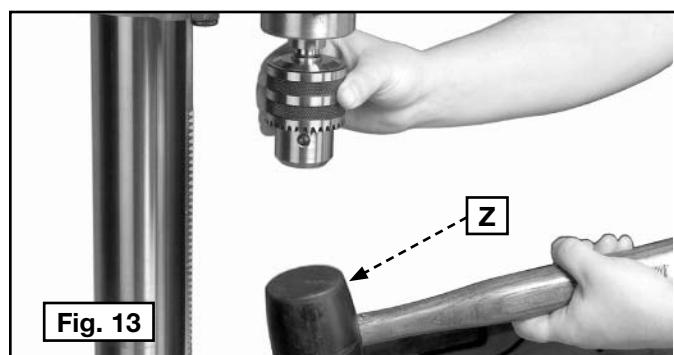

Fig. 13
**IMPORTANTE:** Gire el portabrocas hasta que su mordaza quede completamente replegada dentro del portabrocas. Sostenga el portabrocas del cono del husillo. Golpéelo con un martillo de punta blanda (Z) Fig. 13 o con un pedazo de madera y un martillo para fijar el portabrocas.